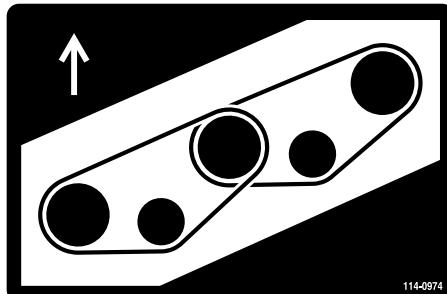
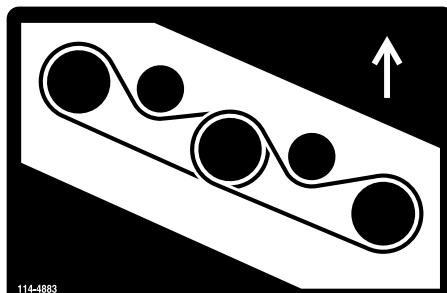

Figure 85
Figure 86
5. Acheminez la courroie neuve autour des poules d'axe et de l'ensemble poulie de tension, comme indiqué à la Figure 85 et Figure 86.